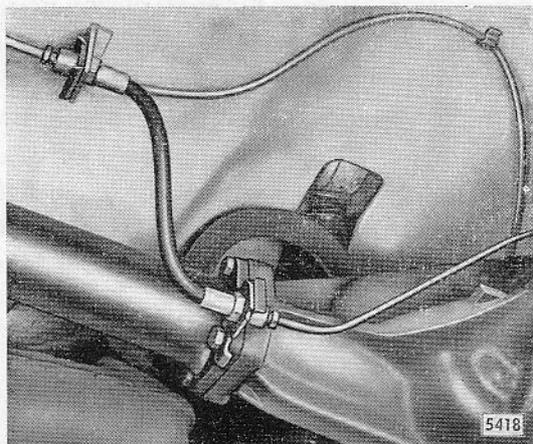

Bild B 12 - Anordnung Bremsdruckschlauch an Wagenboden und Hinterachse
3. Bremsdruckschlauch von Bremsleitung am Wagenboden (Bild B 12) und beide Stoßdämpfer von Hinterachse lösen.